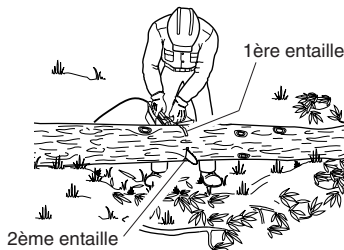

Figure 16 - Tronçonnage d'une bille soutenue aux deux extrémités
1. Faire la première entaille à partir du dessus de la bille. (Voir la Figure 16.) Scier sur le tiers du diamètre de la bille. Cette entaille permet d'éviter la production d'éclats de bois.